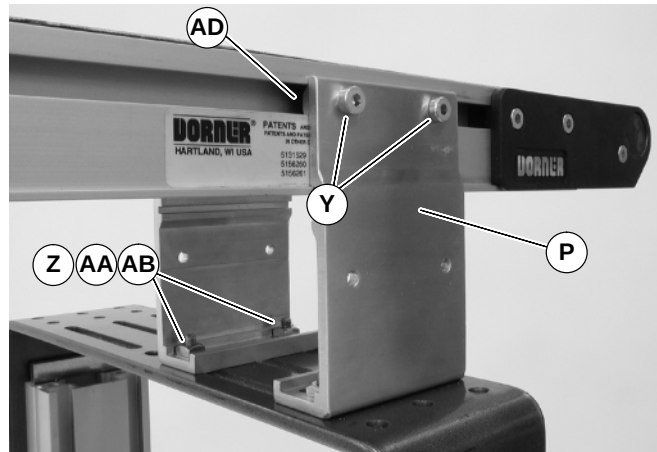

Abbildung 11
3. T-Muttern (AC siehe Abbildung 9 u. 10) in die Seitenschlitze (T-Nuten) am Förderband einsetzen (AD siehe Abbildung 11). Installationsträger (P siehe Abbildung 11) am Förderband mit Montageschrauben befestigen (Y).
4. Träger an der Tragstütze mit Montageschrauben (Z siehe Abbildung 11), Unterlegscheiben (AA) und Muttern befestigen (AB).
5. Die Schrauben (Y und Z siehe Abbildung 11) mit 7 Nm festziehen.